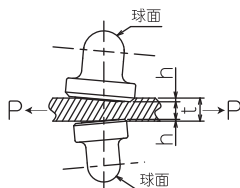

図1 歯の噛み込み深さ：h
①スクリーキャップ及びカムとも、荷重の作用点は、球状（ピボット状）となっているため、つり荷が微小でも動くとき同様に同調し、回転すると同時に全方向に傾き大きな“力”でつり荷に食い込みます。（図1をご参照ください）
⑤世界一軽量のクランプで女性でも作業ができます。
⑥球状Wカム方式なので、両側からくい込みます。（図1をご参照ください）
- (1)外観及び機能。（本体の損傷、ねじの作動状況、スクリューキャップ及びカムの回転と傾き、歯の摩耗と目詰まり等）（1.特長 図1及び6.使用上のご注意(2)項をご参照ください。）
- (2)最大使用荷重表示及び最小使用荷重。（最大使用荷重に相当する力の1/10、一般のクランプでは1/5です）（表1をご参照ください）
- (3)使用有効板厚。（表1をご参照ください）
- (4)定期点検済表示の確認。
- (5)つり荷質量（重量）に応じたクランプをご使用ください。